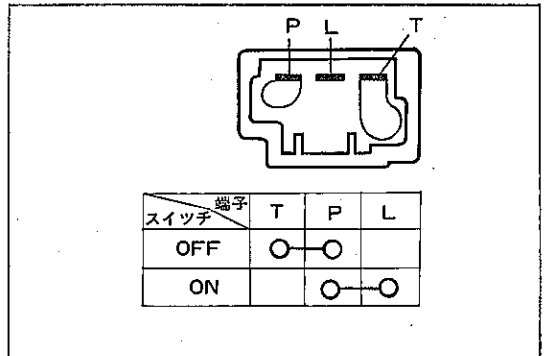

図8-3-12 パーキングランプスイッチ点検 Z3930
- ①パーキングランプスイッチ端子の導通基準 (図8-3-12参照)